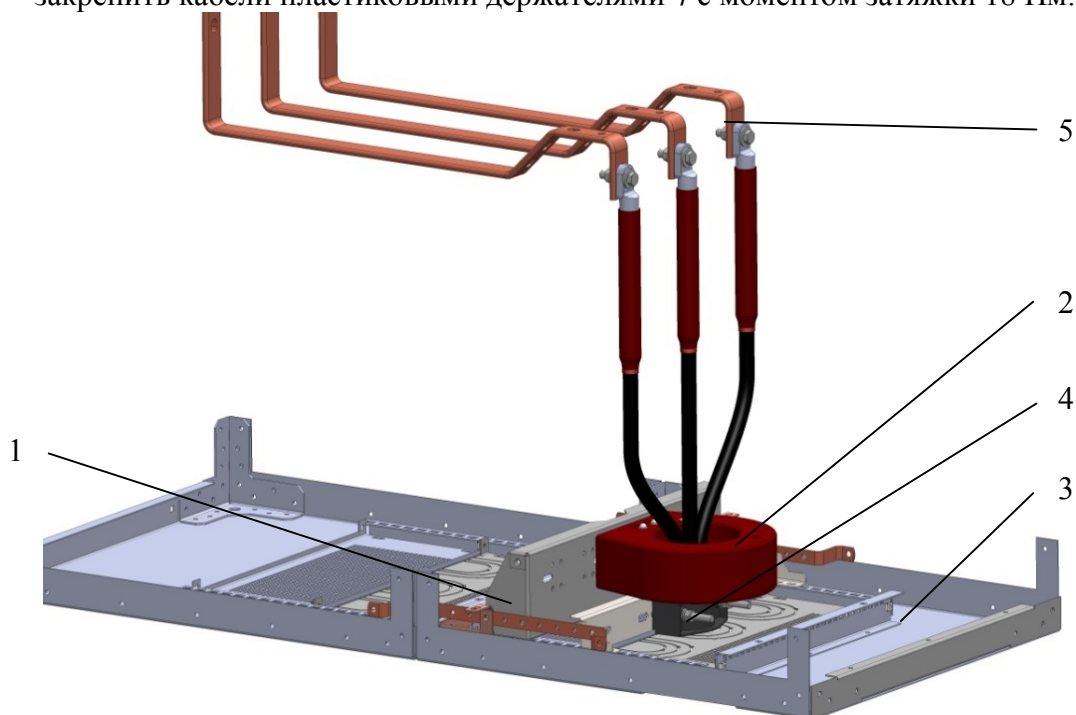

Рис. 30. Монтаж кабеля в отсеке кабельных присоединений
2.5.2.8 Подключение кабеля внутри модуля кабельных присоединений (рис. 30):